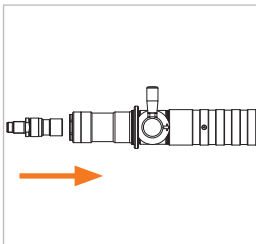

Figure 10
- ▶ Débranchez le nozzle de ravitaillement du distributeur. Le levier de commande (pos. 3) doit être en position OFF.
- ▶ Insérez le réceptacle de service WEH® sur le nozzle de ravitaillement jusqu'en butée et maintenez le nozzle dans cette position (position OFF) (Figure 10).